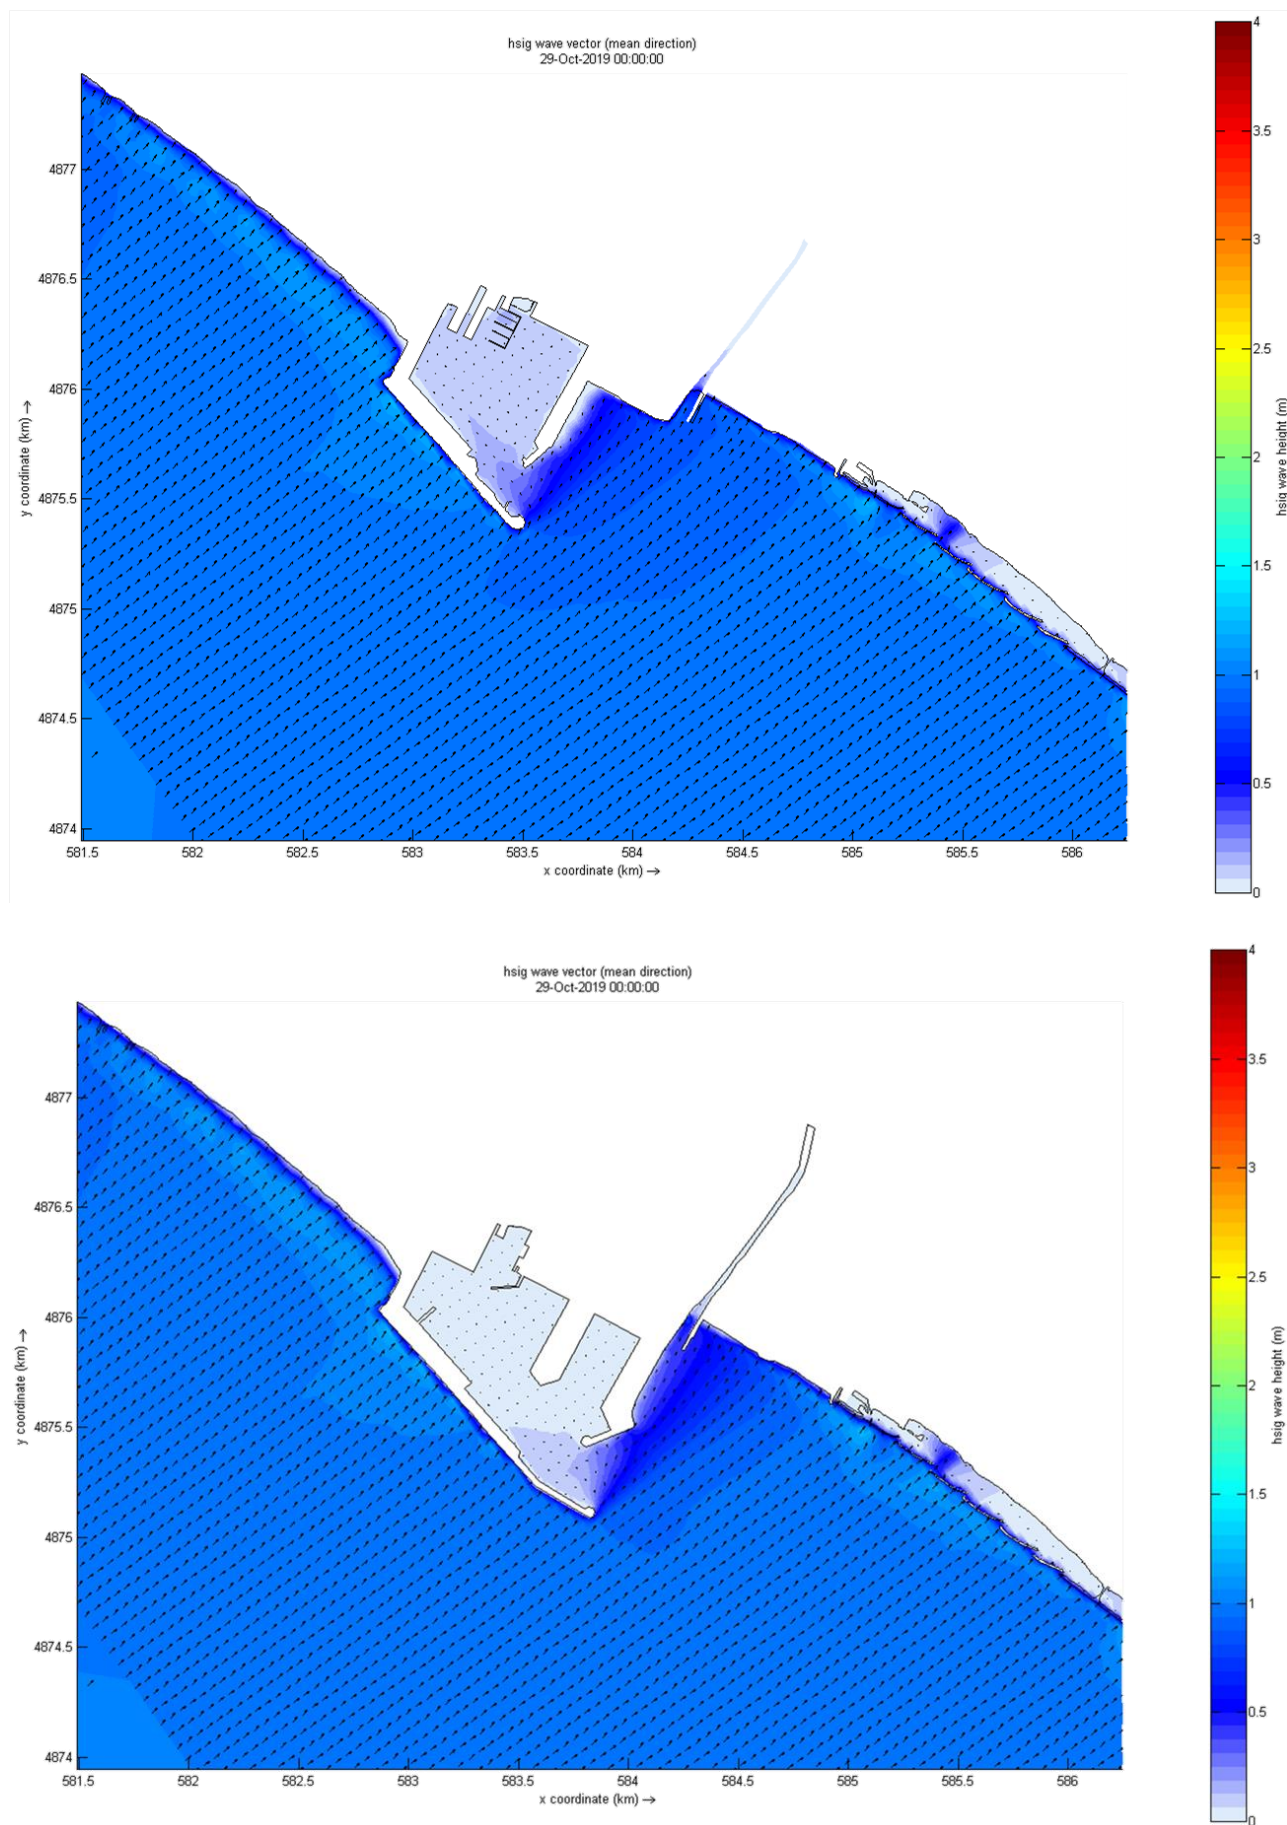

Figura 3-1 Scenario 1: Moto ondoso [m] –
- Moto ondoso nella situazione attuale e con intervento, per tutte le condizioni d'onda (da Figura 3-1 a Figura 3-4)